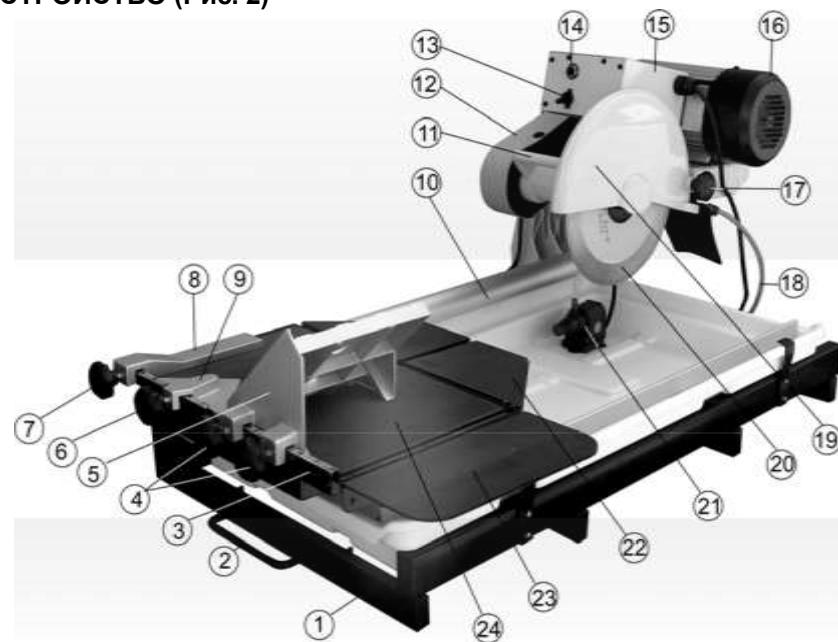

Рис.2.
11.3. Выполнение работы, Рис. 2
7. УСТРОЙСТВО (Рис. 2)
9.1. Установите и закрепите две ручки (2), Рис. 2.
9.5. В зависимости от предполагаемой операции и размеров заготовки, установите удлинители стола (22 и 23), Рис. 2.
9.6. В зависимости от предполагаемой операции, установите и винтами крепления (4,6 или 7) зафиксируйте наклонный стол (5), или угловой упор (9), или направляющий упор (8), Рис.2.
9.7. Подключите вилку питания (36) насоса (21) к розетке электрощитита (15), шланг насоса вставьте в специальную ответную часть, как показано на Рис. 2,6.
9.8. Надежно закрепите насос (21) на корпусе поддона с помощью четырёх присосок, вмонтированных в корпус насоса (21). Насос (21), электропровод питания и шланг (18) не должны мешать перемещению рабочего стола (24), Рис.2.
11.1. Принцип работы (Рис. 2)
11.2. Подготовка к работе, Рис. 2